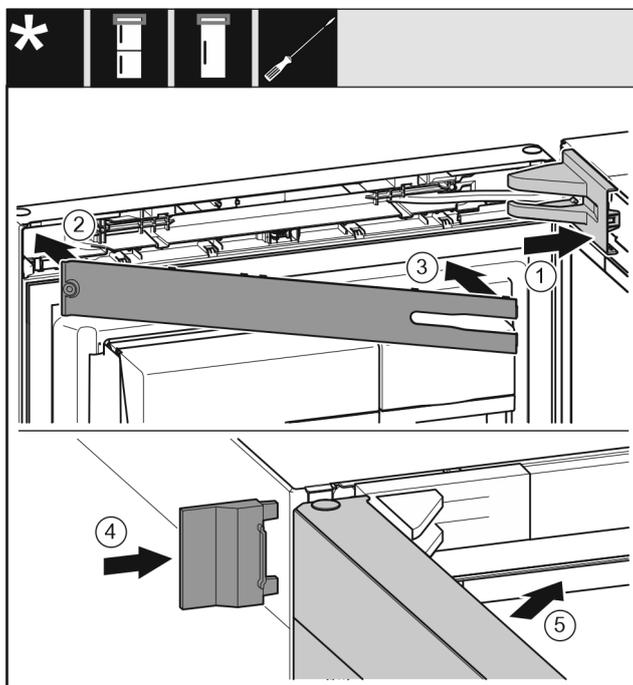

Fig. 51
- ▶ Stavite pokrov podloška ležaja i pustite ga da uskoči, po potrebi ga oprezno razdvojite. Fig. 51 (1)
- ▶ Stavite masku. Fig. 51 (2)
- ▶ Zakrenite masku i pustite da uskoči. Fig. 51 (3)
- ▶ Natakните vanjski pokrov. Fig. 51 (4)
- ▶ Zatvorite gornja vrata. Fig. 51 (5)